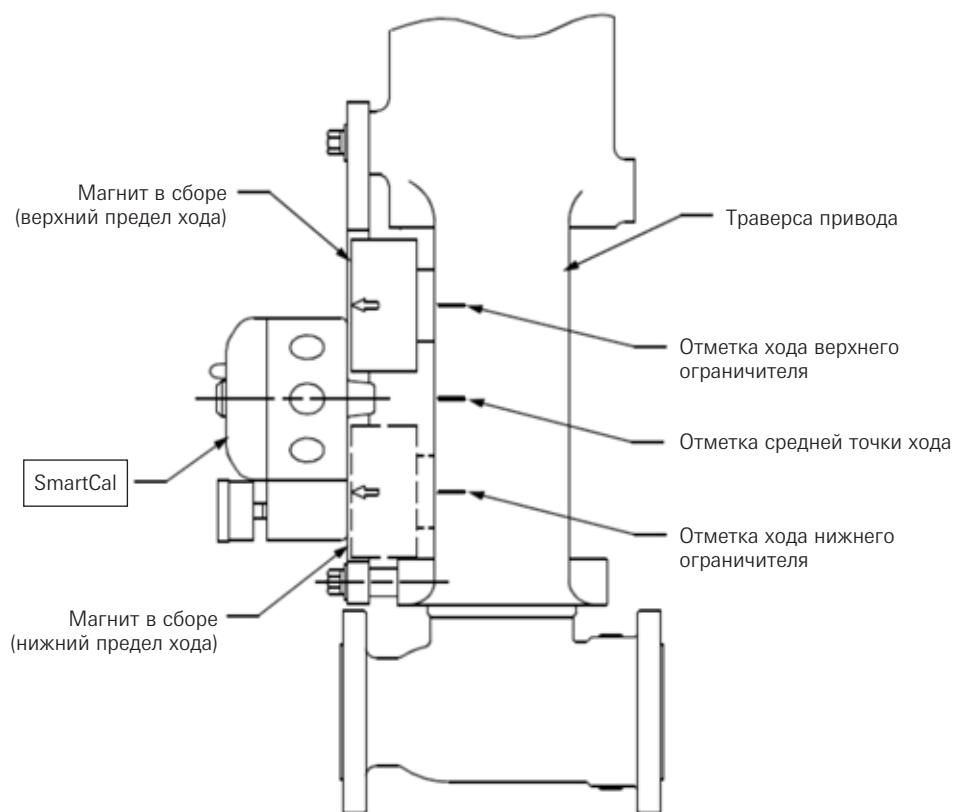

Рисунок 2-4 В
4. И наконец, установите указатель положения на скобу таким образом, датчик положения (кончик) лежит на одной линии с отметкой средней точки. (См. Рисунок 2-4 В)